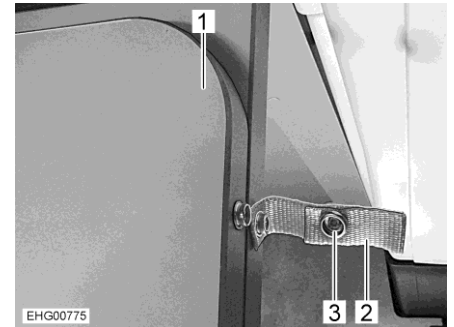

Fig. 54 Lengüeta de retención
- Soltar el botón de presión (Fig. 54,3) de la lengüeta de retención (Fig. 54,2).
- Desplegar la prolongación del tablero de mesa (Fig. 54,1).
- Plegar la prolongación del tablero de mesa (Fig. 54,1).
- Retener la prolongación del tablero de mesa con la lengüeta de retención (Fig. 54,2).